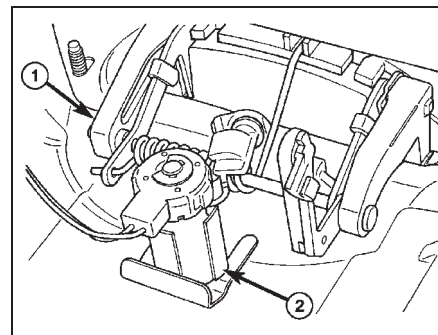

Рис. 10. Снятие цилиндра замка. 1 - ручка двери, 2 - цилиндр замка.
- (1) Снимите внешнюю ручку двери багажного отделения ручки.
- (2) Снимите с ручки клипсу фиксации цилиндра замка (рис. 10).